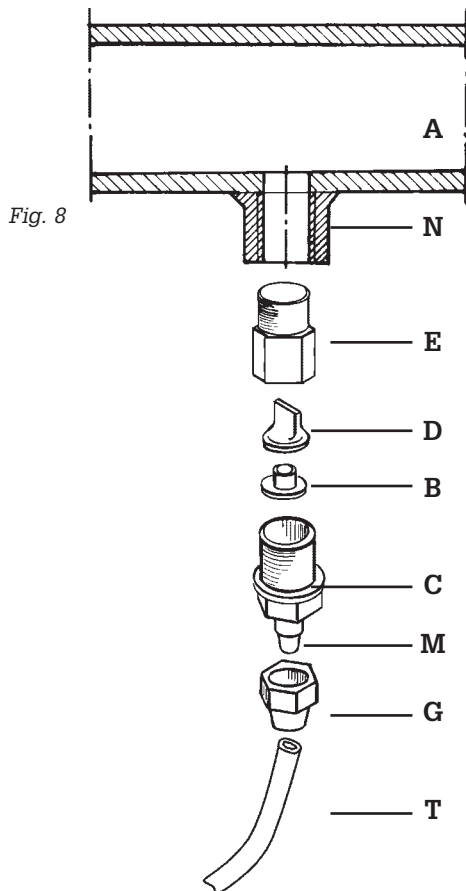

Fig. 8
f. - Aplicar un empalme de acero de 3/8" rosca tipo gas, hembra en el conducto de la instalación que se debe tratar, en el punto más adecuado para efectuar la inyección del producto que se va a dosificar. Dicho empalme no está incluido en el suministro. Atornillar la válvula de inyección en el empalme, utilizando teflón como guarnición (Fig. 8), conectar el tubo al empalme cónico de la válvula de inyección, y fijarlo con la virola G. La válvula de inyección es a su vez, válvula de retención.
3.1. - ESQUEMA DE MONTAJE DE LA VÁLVULA DE INYECCIÓN Fig. 8